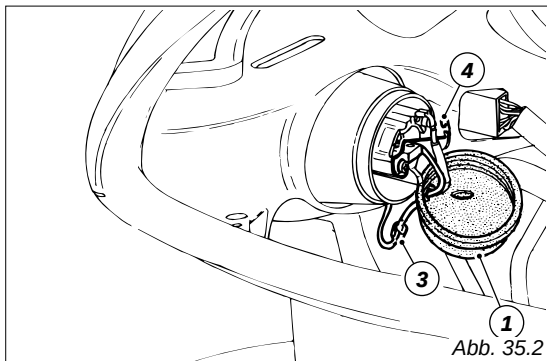

Abb. 35.2
Fernlicht, linke Seite (Abb. 35.2): den Flachstecker (3) des weißen Leuchtenkabels von der vorderen Verkabelung abschließen, die Gummihaube (1) vom Scheinwerferkörper entfernen, dann das Leuchtenkabel herausziehen.
Nun die Enden der Klemme (4, Abb. 35.2) an den Halterungen des Scheinwerferkörpers einhaken, dann die zuvor abgesteckten Kabel wieder anschließen und die Gummihaut (1, Abb. 35.2) montieren.